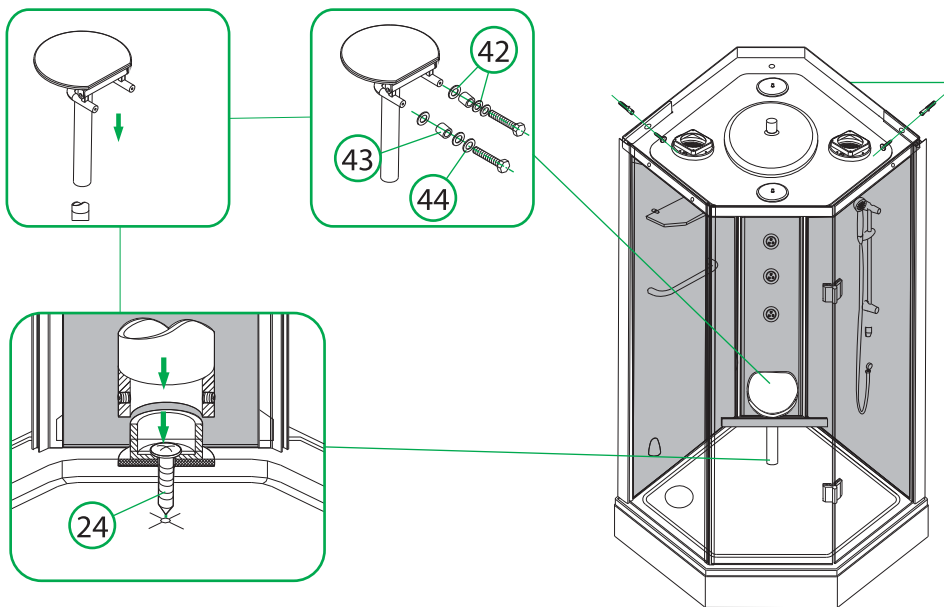

Рис. 12 / 12-сур.
11. Прикрепите ступ к поддону и задней центральной панели (рис. 12).